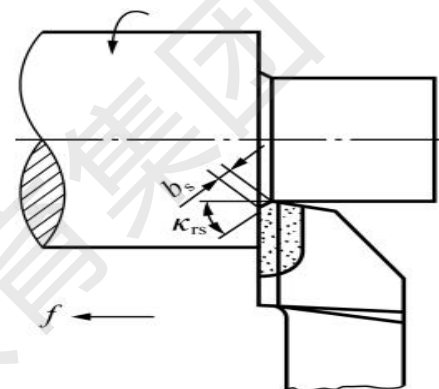

图 5-29 修圆刀尖 倒角刀尖
- (5) 为了增加刀尖强度, 改善散热条件, 使车刀耐用, 刀尖处应磨有修圆刀尖或倒角刀尖, 如图 5-29 所示。
- (6) 粗车塑性金属(如中碳钢)时, 为使切屑能自行折断, 应在车刀前面上磨有断屑槽。